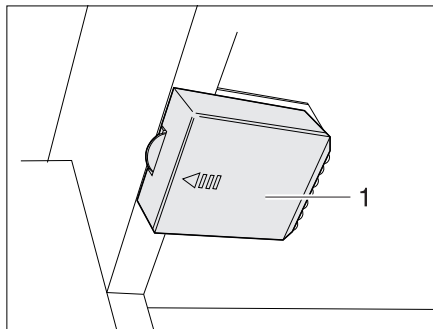

Fig. 182 Luci armadi guardaroba con LED, vano batteria chiuso
- Spingere il coperchio (Fig. 182,1) nel verso della freccia.